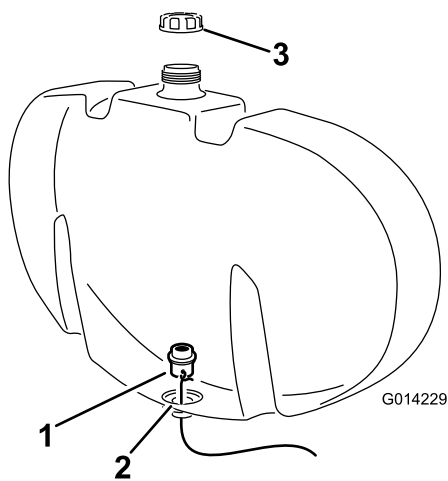

图7
- 用金属丝将隔板接头引至水箱 图7 底孔。
F. 将隔板接头放入相应的位置确保空隙垫片紧靠冲洗水箱 图7的内壁。